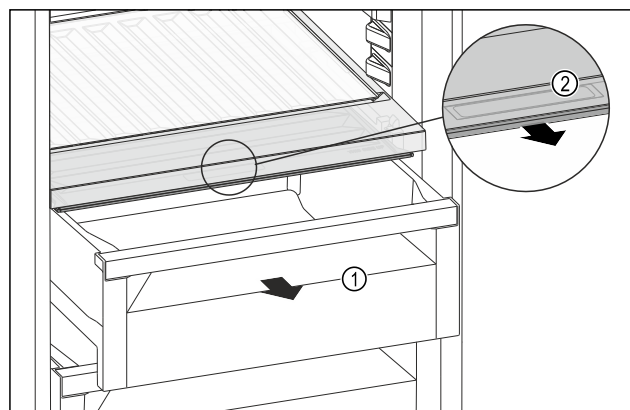

Fig. 156
- Retirer le tiroir Fig. 156 (1).
- Saisir la poignée encastrée Fig. 156 (2) du couvercle du compartiment et tirer le couvercle du compartiment par l'avant.